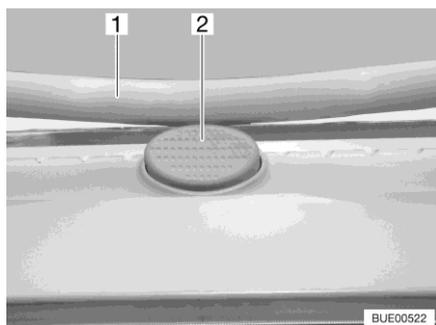

Fig. 28 Bouton de sécurité (lanterneau Heki)
- Appuyer sur le bouton de sécurité (Fig. 28,2) et tirer l'étrier (Fig. 28,1) vers le bas avec les deux mains.
- Pousser l'étrier vers le haut avec les deux mains jusqu'à ce que ce dernier se trouve au-dessus du bouton de sécurité (Fig. 28,2).